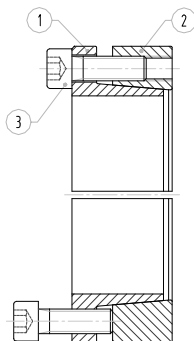

Fig. 1
(fig.1)
- Allentare tutte le viti di almeno 2 giri e spostarne almeno 2 nei fori di estrazione dell'anello interno [1]. Serrare leggermente queste ultime, in modo da separare gli anelli per una più facile installazione del calettatore (fig.1).